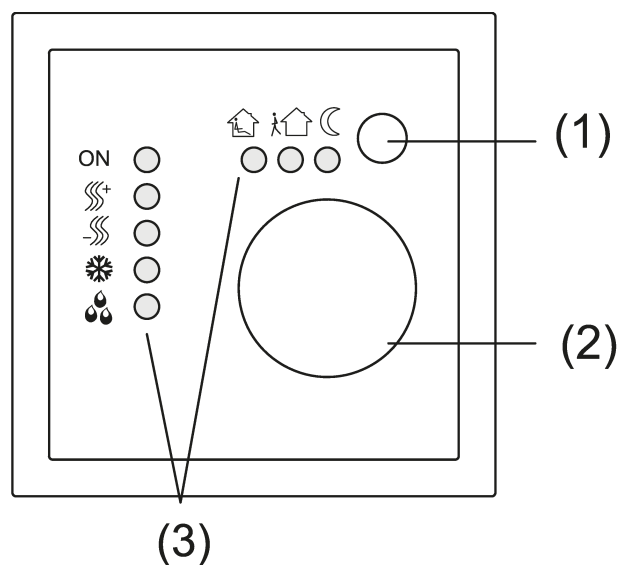

Figura 1: Elementos de mando y de indicación
El regulador compara la temperatura ambiente del momento con la temperatura de consigna ajustada y acciona los aparatos de calefacción y de refrigeración según las necesidades. La temperatura de consigna viene determinada por el modo de funcionamiento ajustado y se puede modificar con la rueda de ajuste (2). El modo de funcionamiento seleccionado y el estado actual del regulador se indican con los LEDs de estado (3) (véase figura 1).